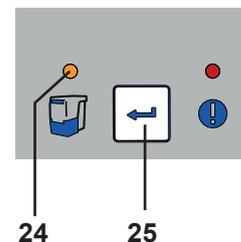

Fig. 11
- ⇒ Tryk på enter-tasten (25) (tælleren til registrering af tidsintervallet nulstilles).
- ◆ Visningen Støvskuffe (24) slukker.
**i** **Hvis støvskuffen ikke tømmes, lyser visningen for støvskuffen (24, Fig. 11) fortsat. Når apparatet slukkes/tændes, henvises der med en 3-dobbelt signaltone til tømningen af støvskuffen.**